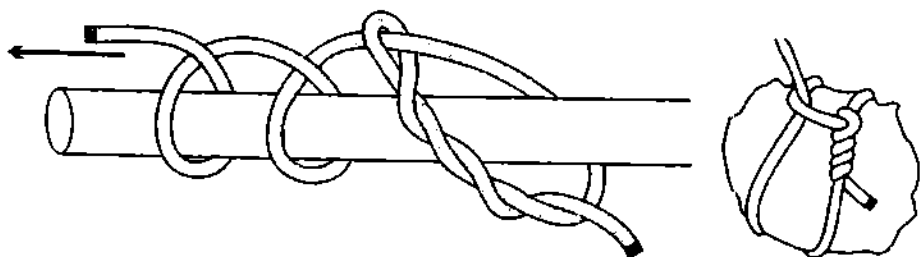

Рис. 656. **Плотницкий штык** с полуштыками.
**Плотницкий штык** с полуштыками незаменим при буксировке досок и брёвен (рис. 656). Им очень удобно поднимать громоздкий груз на высоту — лонжероны, брёвна, доски, небольшие ящики, баулы и т. п. После прекращения нагрузки узел тут же ослабляется и груз без труда освобождается из петли. Чтобы длинный предмет «не гулял» при подъёме или буксировке, **плотницкий штык** вяжется на середине предмета, а полуштыки — от одного до трёх — кладутся ближе к концу. Завязывая такой узел, надо помнить, что сначала кладутся полуштыки, которые вяжутся со стороны направления тяги, а потом вяжется сам узел.